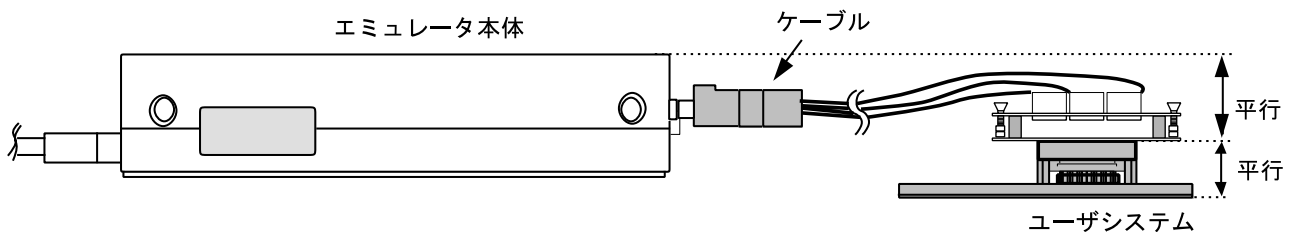

図10 設置例
- (1) ユーザシステムへの接続時には1ピン位置に十分注意して、誤接続は絶対にしないでください。
- (2) 本ユーザシステムインタフェースケーブルを使用する場合の推奨マウントパット寸法は、MCU 実装用マウントパット寸法とは異なりますので注意してください。
- (3) 本ユーザシステムインタフェースケーブルは、HS3644EPI60H エミュレータ専用ですので、他のエミュレータ本体には使用しないでください。
- (4) ケーブル本体部が断線する可能性がありますので、本ユーザシステムインタフェースケーブルの上に重いものや金属等の角の尖ったものを置かないでください。
- (5) ユーザシステムに接続した状態では、ユーザシステムインタフェースケーブル、特にケーブル先端部に無理な力が加わらないように注意する必要があります。図10の設置例を参照してご使用ください。